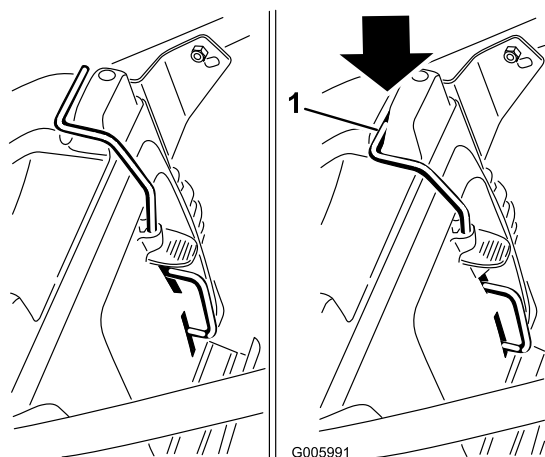
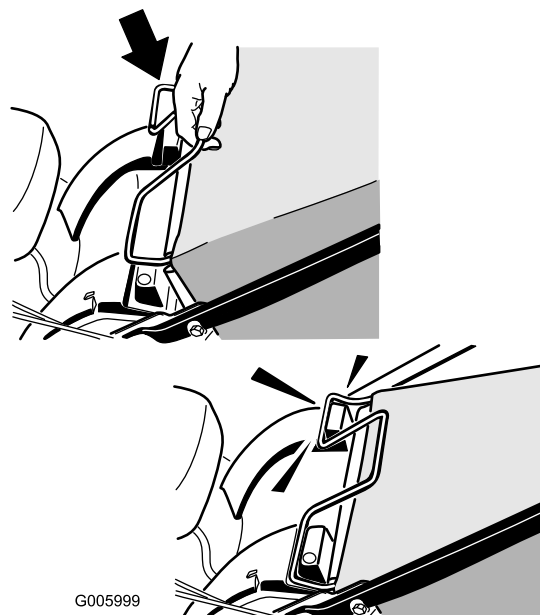

Figura 21
Figura 22
1. Instale el tapón de mulching (Figura 21) o la bolsa de recortes (Figura 22) en el cortacésped.